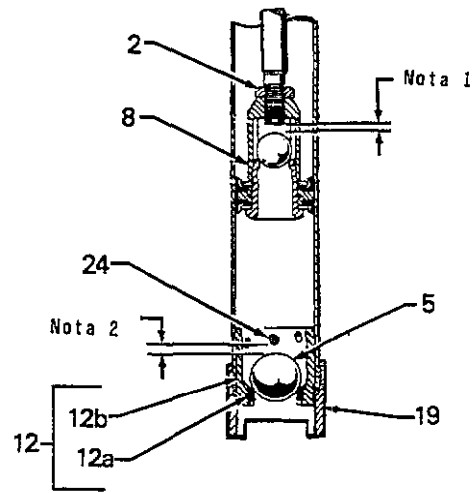

Fig 5
Para modificar la carrera de la bola de pistón, aflojar la tuerca de bloqueo (2). Girar el cuerpo de pistón (8) en sentido antihorario para aumentar la carrera y en sentido horario para reducirla. Para los productos de viscosidad media, la carrera de la bola debe ser de 5 mm. Ver la Fig. 5. La reducción de la carrera de la bola reduce las sacudidas de inversión, pero una reducción demasiado importante de la carrera de la bola limita el caudal y ralentiza la bomba.